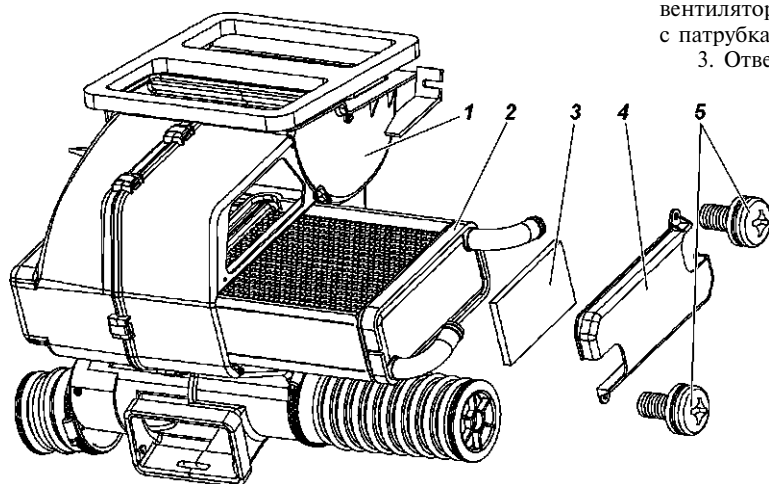

Рис. 15.33. Снятие радиатора:
4. Ослабьте хомуты крепления шлангов на кране 14 отопителя и трубках радиатора 2 (рис. 15.33) и снимите шланги.